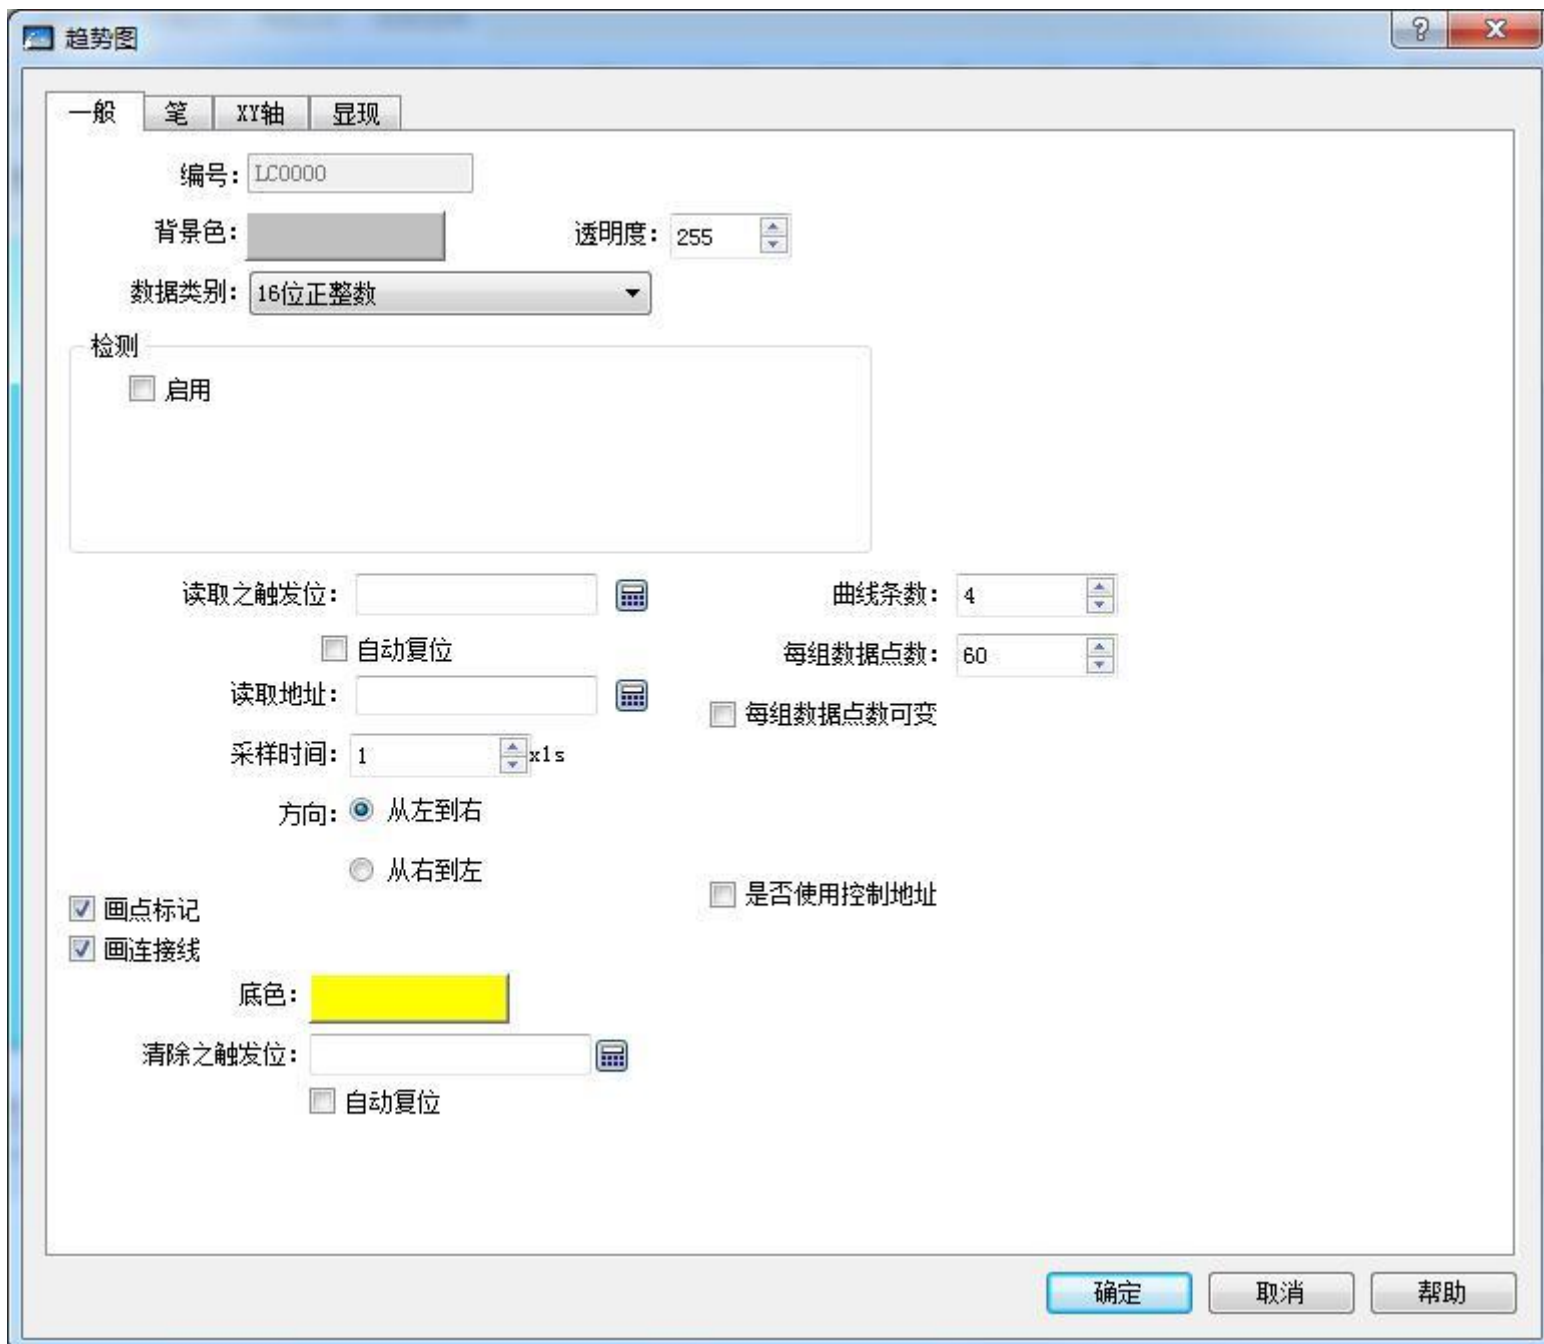

图 4-50 趋势图一般页面对话框
1. 选择工具栏中的趋势图图标，出现趋势图属性对话框，如图 4-50 所示：